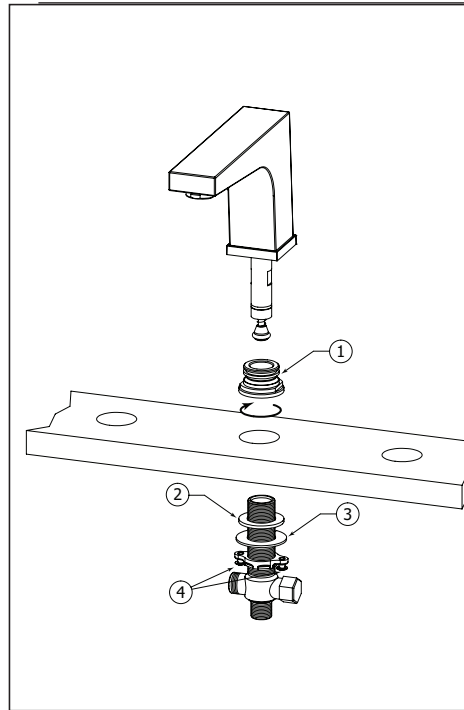

Fig.2
Unscrew the top nut (1) from the shank. Insert the shank body through the hole from underneath the deck and screw the top nut (1) back to the shank. Tighten it **completely**. Tighten the bottom nut (4) with metal (3) and rubber (2) washers from beneath the deck. (Fig.2). Finish locking assembly in place with the 2 metal nuts screws.
Dévisser l'écrou de retenue (1) du haut du raccord. Insérer le raccord par en dessous de la surface et reserrer **complètement** l'écrou de retenue (1) par le haut. Serrer également l'écrou du bas (4) avec les rondelles en métal (3) et en caoutchouc (2). (Fig.2). Bloquer l'ensemble à l'aide des 2 vis qui se trouvent sur l'écrou du bas.